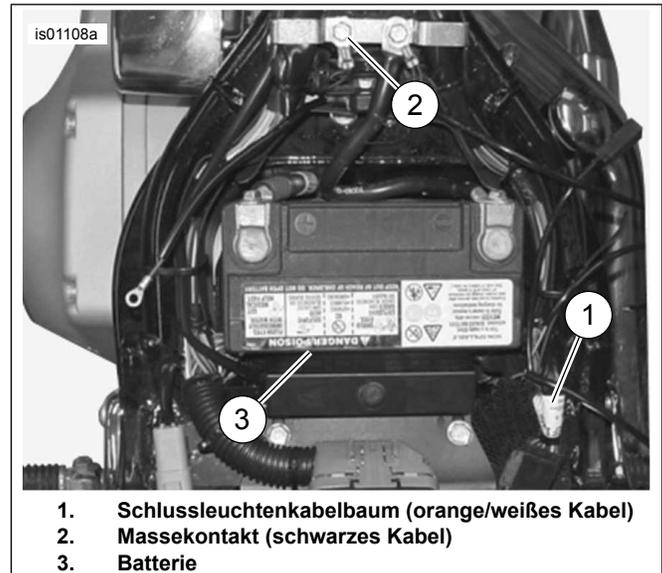

Abbildung 3. Strom- und Masseanschlüsse (Softtail-Modelle)
4. Siehe Abbildung 3 >. Die Kabelöse auf den Masseschraubengewinden anbringen. Masseschraube am Rahmen (2) befestigen. Mit dem im Werkstatthandbuch angegebenen Drehmomentwert anziehen.
- Siehe Abbildung 3 >. Einen Bereich der Schlusssleuchten-Kabelbaumhülle (1) an einer zugänglichen Stelle unter dem Sitz aufschlitzen und das orange/weiße Kabel durchschneiden.